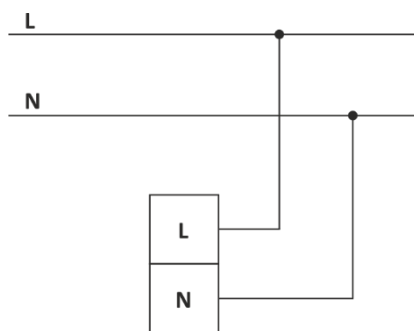

Рисунок 2
Подключение светильника к электрической сети произвести согласно схеме, рис.2.
3.2 Подключите сетевой провод (4) к сети электропитания (5) согласно рис. 2.